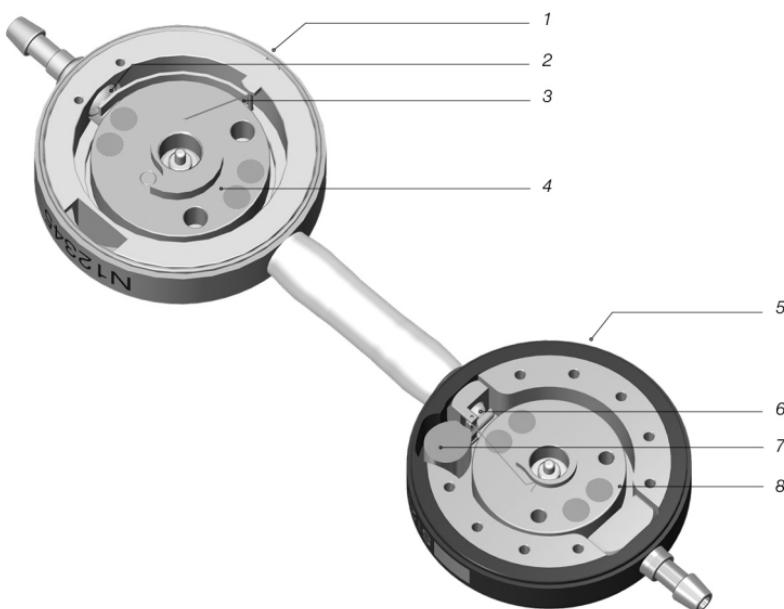

Bild 1: Tvärsnitt av M.blue plus
M.blue plus är en ventil som tillverkats av titan. Den består av en reglerbar differenstryckenhet (häданefter även kallad proGAV 2.0) och en reglerbar gravationsenhet (häданefter även kallad M.blue) (bild 1). Den reglerbara differenstryckenheten består av ett stabilt titanhus med en väl beprövad kul- och konventil (2) i den proximala delen (1). En stavfjäder (3) bestämmer enhetens öppningstryck. Via en vridbart lagrad rotor (4) kan fjäderns förspänning och därmed ventilens öppningstryck justeras genom huden. Den reglerbara gravationsenheten (5) är utrustad med en tantalvikt (7) som via en hävarm håller safirkulans plats i kulsätet (6).